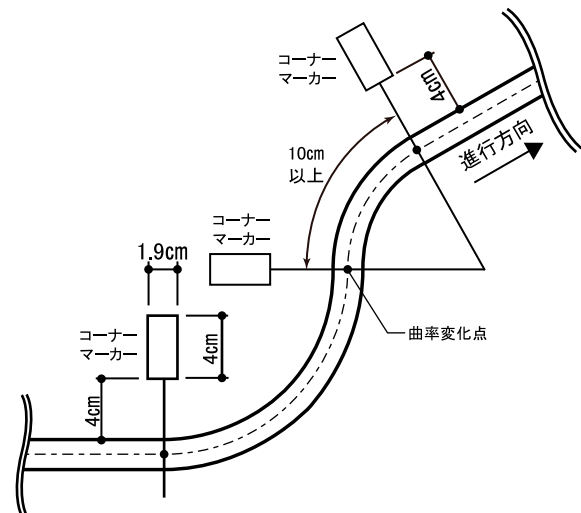

図4 曲率半径の変化する点とコーナーマーカー
- 2-8** ラインの曲率が変化する地点には、進行方向左側の定められた位置にコーナーマーカーが貼付される。(図 4 参照)
6. コースは、曲率の変化する円弧が連続する場合もある(図 4 参照)。